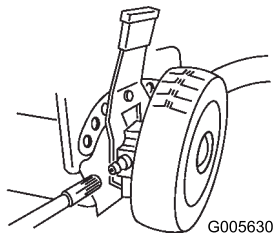

Figura 34
1. Con un panno pulito tergete i raccordi di ingrassaggio sulle leve di regolazione dell'altezza delle ruote posteriori (Figura 34).